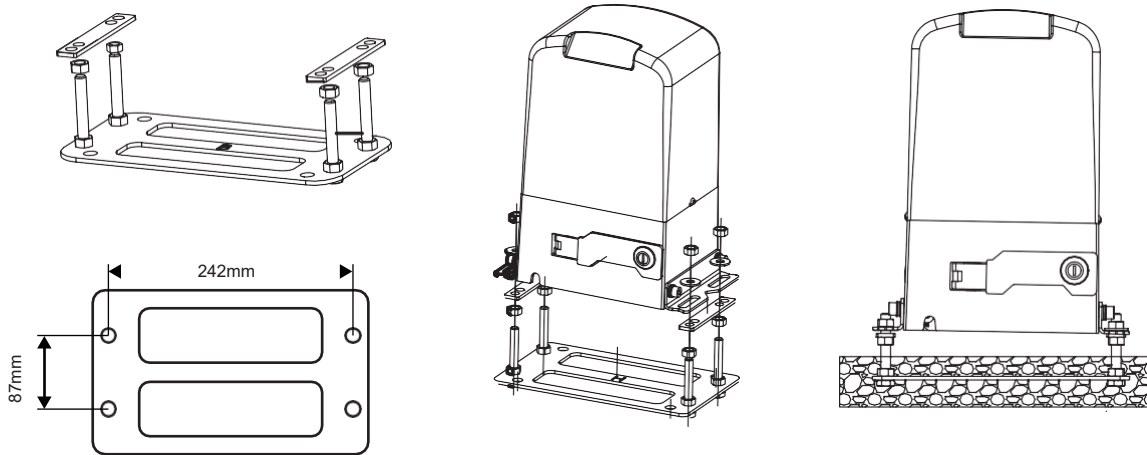

Abb. 4
1. Der Hersteller liefert eine **höhenverstellbare Motorgrundplatte**, **flache Unterlegscheiben** und **Schrauben**, mit denen bei Bedarf die Montagehöhe des Motors angepasst werden kann. Bestimmen Sie anhand der Installationsabmessungen des Motors und der Montagehöhe der Zahnstangen die Position der Motorgrundplatte. Setzen Sie anschließend die Ankerbolzen ein bzw. befestigen Sie die Grundplatte fest im Betonfundament; verwenden Sie hierfür **Dübel-/Spreizschrauben** (siehe Abbildung 4).